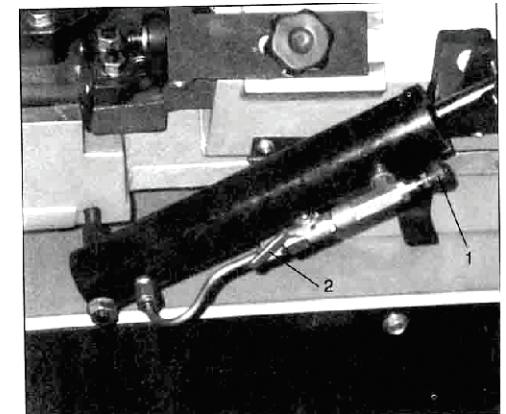
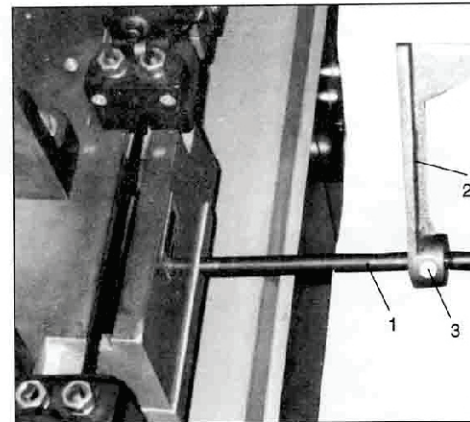
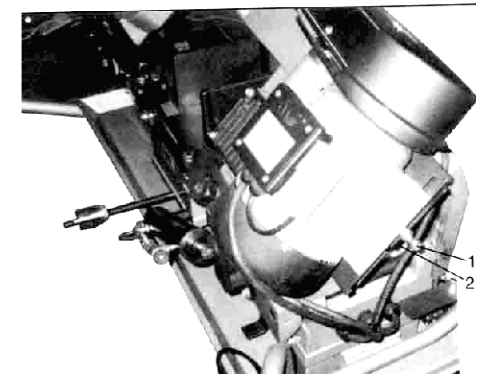

Fig.4
Fig.2
Fig.5
A descida da serra é feita hidraulicamente(fig.2 -1,2,3,4), e a velocidade de avanço de corte é regulada pelo botão da válvula (fig.4- 1). Ao terminar o corte, o motor da fita é desligado e o basculante fica parado no descanso mecânico.(fig.5).
A subida é feita manualmente. Para que ele fique parado em cima, é necessário fechar a válvula (fig.4 - 2).
O dispositivo deve ser ajustado antes de iniciar os cortes (fig.2 - 1,2,3).
- As guias da fita de serra são suportadas por braços (fig.2 - A), reguláveis conforme necessidade do corte que se fará. Os braços/guias possuem em sua base, manípulo de aperto para fixá-los na posição. Estando solto, basta empurrá-lo na posição desejada e fixá-lo novamente. Deve-se observar, antes de iniciar o corte, se a guia não baterá na morsa ou no material. Entretanto, a guia não deverá ficar muito distante, pois isso poderá provocar vibração da fita na área do corte (c,d), bem como desvios.